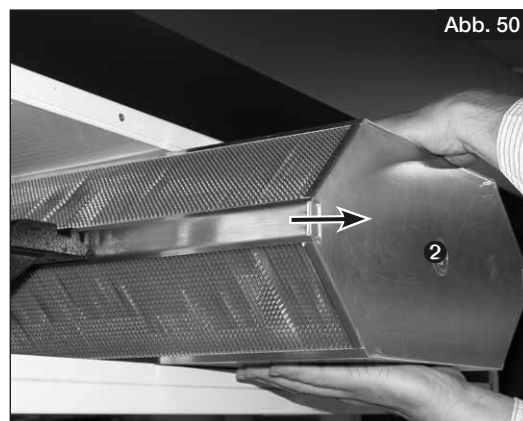

Abb. 50
3. Wärmetauscher **2** vorsichtig aus dem Gerät ziehen (s. Abb. 50). Darauf achten, dass die Lamellen nicht beschädigt werden!